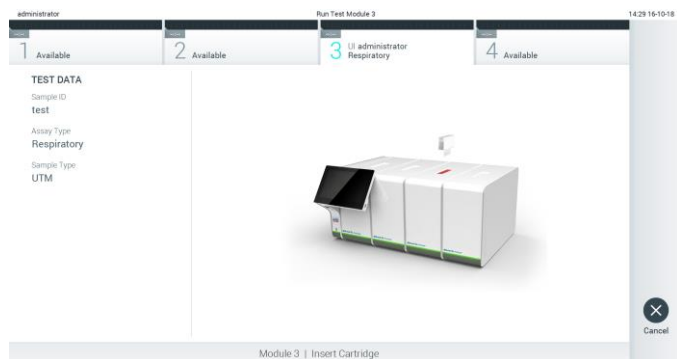

图 27. 将 QIAstat-Dx 检测试剂盒插入 QIAstat-Dx Analyzer 1.0。
7. 确保拭子口和 QIAstat-Dx 检测试剂盒主口的样本盖均已牢固关闭。当 QIAstat-Dx Analyzer 1.0 顶部的试剂盒入口自动打开时，请插入 QIAstat-Dx 检测试剂盒，确保其条形码向左，反应室向下（图 27）。